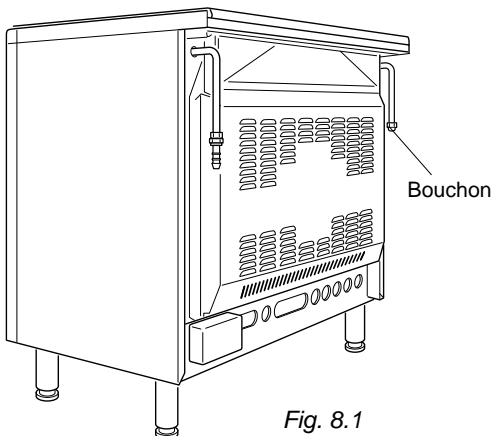

Fig. 8.1
- Le raccordement s'effectue à l'arrière de l'appareil, à gauche ou à droite (fig. 8.1), de façon à ce que le tuyau ne passe jamais derrière l'appareil.